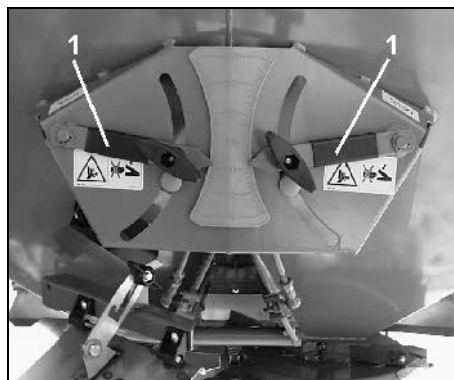

Fig. 61
- Ställ inställningsspakens avläsningskant på skalvärde "11" lås fast inställnings-spaken (Fig. 61/1) einstellen.